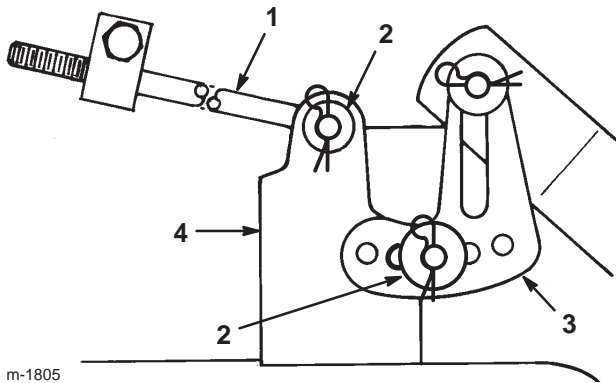

Bild 38
13. Schieben Sie das Ende der langen Stange durch das Loch in der Mähwerkbefestigung (Bild 38).
15. Montieren Sie die geschlitzte Mähwerknivellierhalterung am Stift am Schnitthöhenarm (Bild 38).